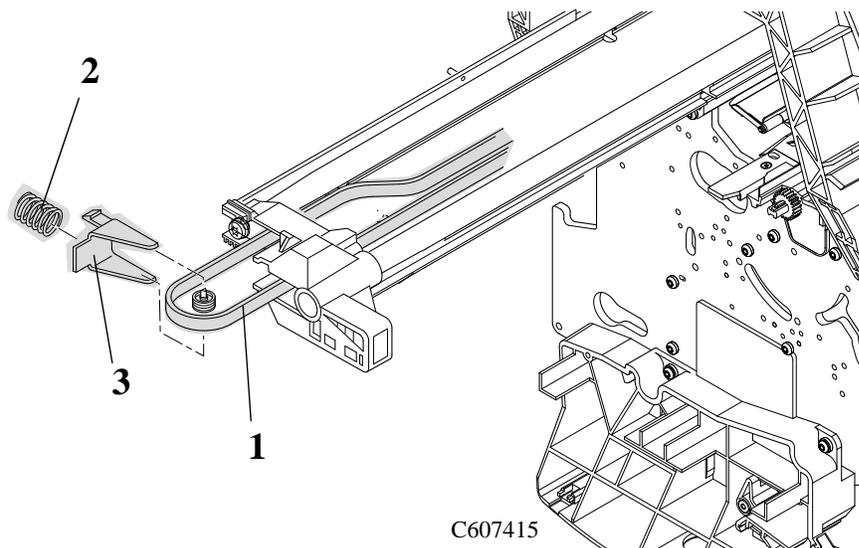
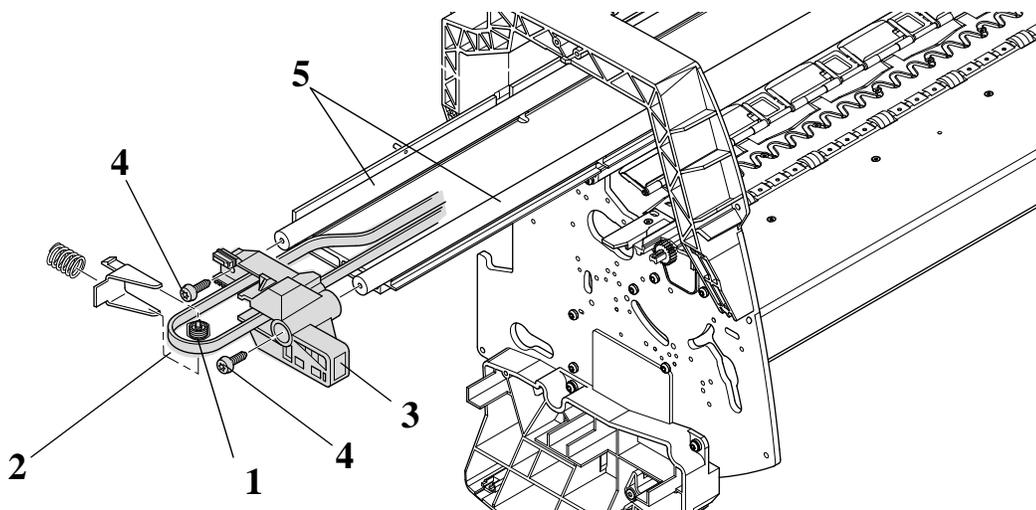

Figura 33: Conjunto do Tensionador
Figura 35: Conjunto do Tensionador
Consulte da Figura 33 à Figura 35.
2. Para liberar a tensão da correia (item 1) no lado esquerdo da Impressora, aperte a mola (item 2) usando o clipe tensionador do calço (tensioner wedge clip) (item 3) até que você escute um "clique" no local (consulte a Figura 33).
Para os passos 4 a 6, consulte a Figura 35.